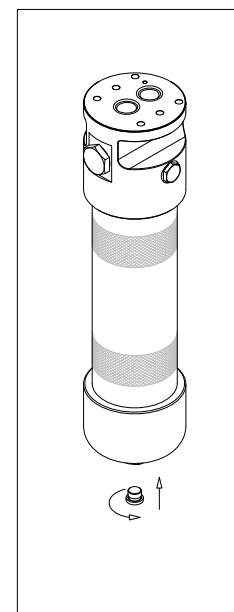

fig. 19
- (Fig. 19) Serrare il tappo di drenaggio facendo riferimento alla tabella delle coppie di serraggio al par. 3